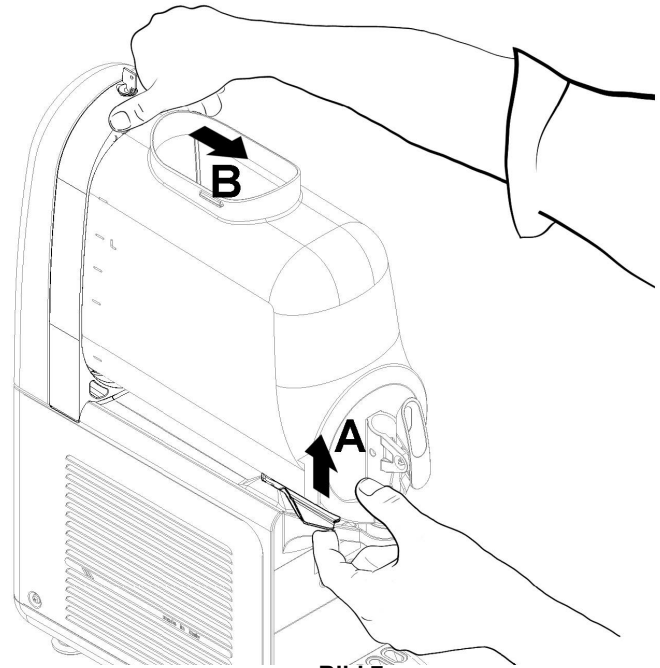

Bild 7
**2** Zum Ausbau des Behälters den entsprechenden Hebel nach oben drücken (Bild 7) und dann den Behälter herausziehen (Bild 8).